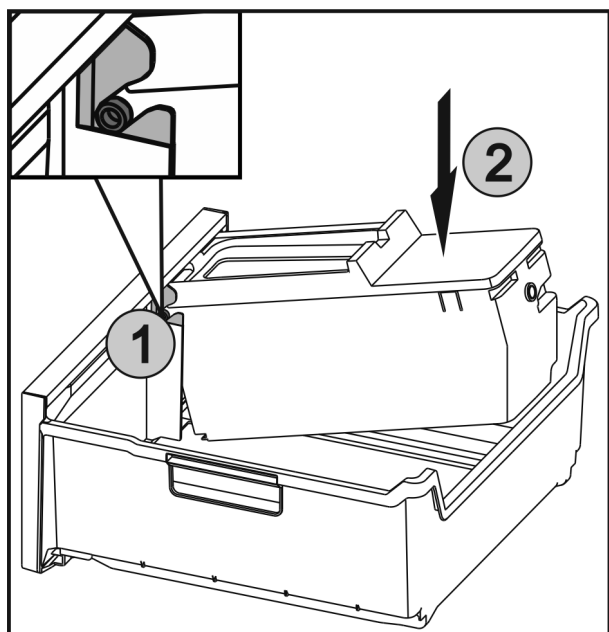

Fig. 51
- ▶ Insérer les axes Fig. 51 (1) sur l'EasyTwist-Ice dans les guides et appuyer sur le côté arrière Fig. 51 (2) jusqu'à ce que la languette s'enclenche.